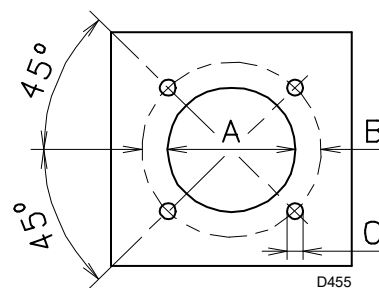

Рис. 12
Просверлите отверстия в плите, закрывающей камеру сгорания, как показано на рис (Рис. 12). Положение резьбовых отверстий можно разметить с помощью теплового экрана из комплекта горелки.
- Вставьте горелку в ранее подготовленное отверстие котла (Рис. 12) и закрепите ее при помощи винтов из комплекта поставки.